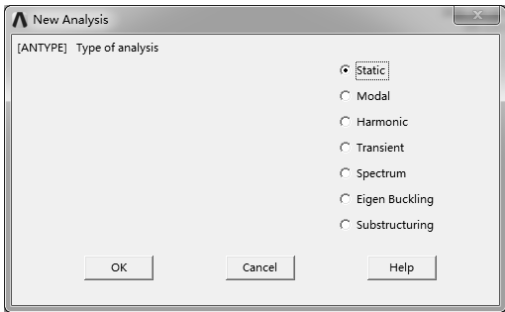

图 6-2 “New Analysis” 对话框
- (1) 定义分析类型 选择“Main Menu>Solution>New Analysis”命令，弹出“New Analysis”对话框，选中“Static”选项，如图6-2所示。